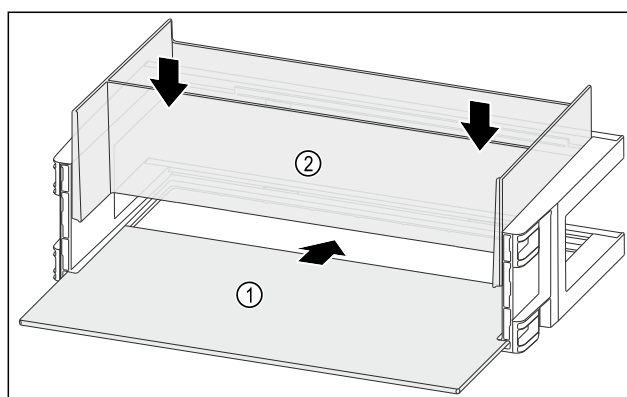

Fig. 119
- Abstellfläche Fig. 119 (1) in die seitlichen Einsparungen einschieben.
- Organizer Fig. 119 (2) einsetzen.